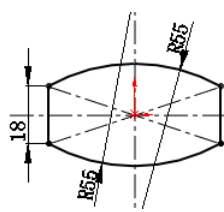

图 3.30.6 草图 3
Step6. 创建图 3.30.6 所示的草图 3。选取基准面 2 作为草图基准面，绘制图 3.30.6 所示的草图。